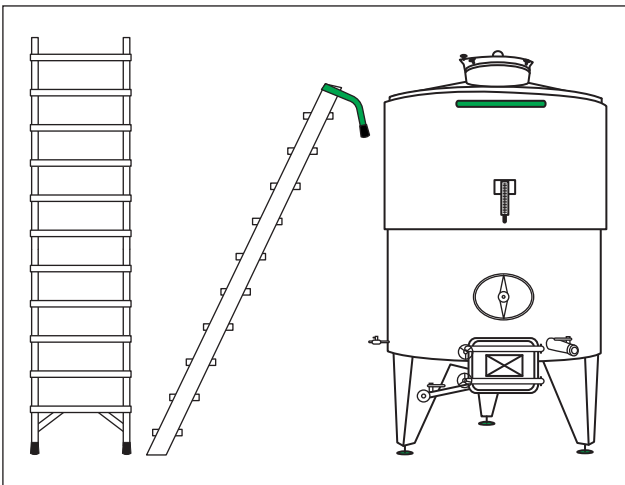
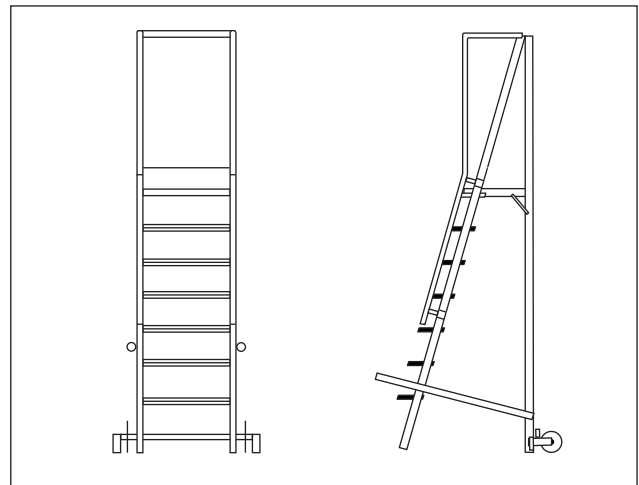

Figura 1. Elementi di sicurezza per scale da utilizzare in appoggio su fermentino e vasi vinari (in verde gli elementi di sicurezza)
Figura 2. Scala a castello
- utilizzare per i lavori sui fermentini, vasche e vasi vinari le scale in appoggio dotate di blocco scala alla bocca del fermentino figura 1 (se non fosse presente utilizzare come da disposizioni interne la scala a castello figura 2).